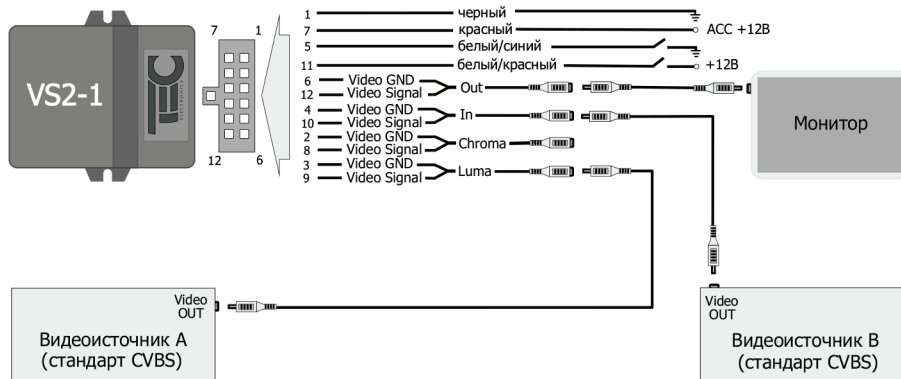

Рис. 4
2. Для коммутации двух видеоисточников (рисунок 4).